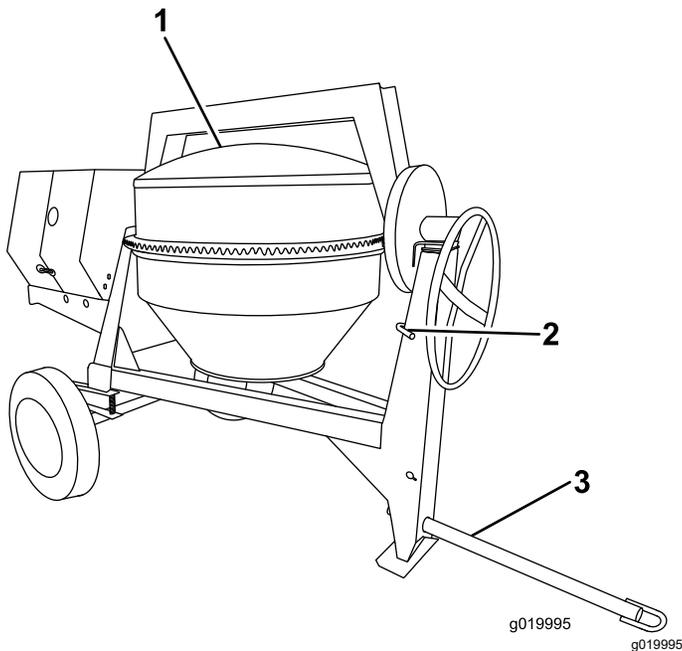

Figure 10
2. À l'aide du volant, orientez la cuve vers le sol (Figure 10).